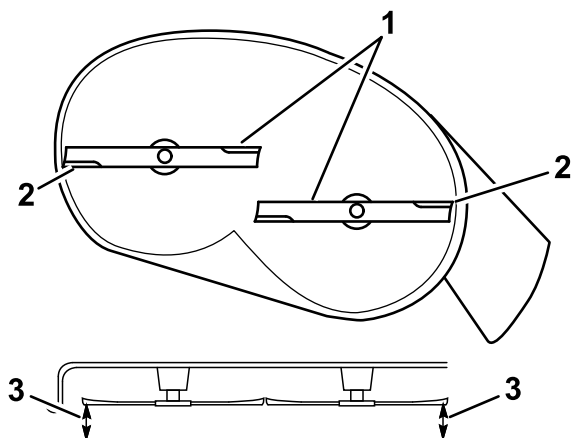

Figure 68
5. Mesurez la distance entre les tranchants extérieurs et le sol plat (Figure 68).